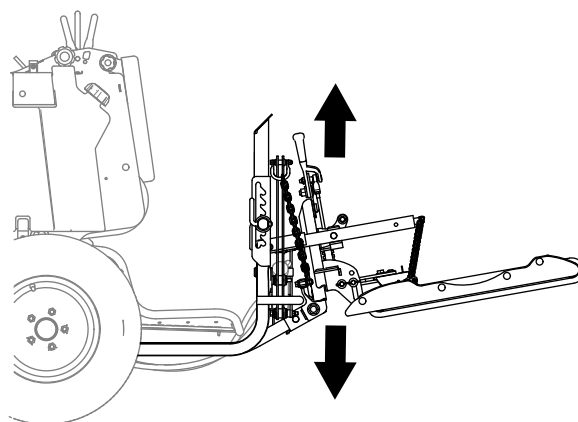

Figura 56
- Utilice el control de elevación del apero trasero (Figura 56) para ajustar la posición de un apero trasero opcional, como se indica a continuación: